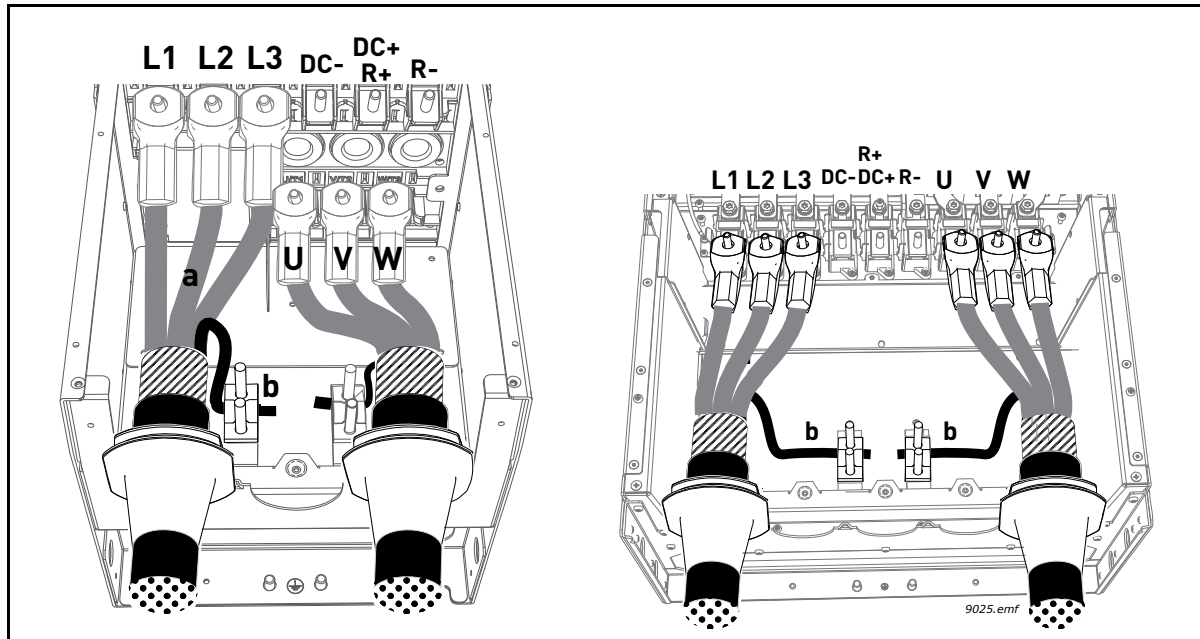

Figura 45. Ligar os cabos de alimentação, esquerda: MR8, direita: MR9
- Una o resto da blindagem dos cabos num só e faça uma ligação à terra da forma ilustrada na Figura 45 (b) usando a braçadeira da *bolsa de acessórios*.